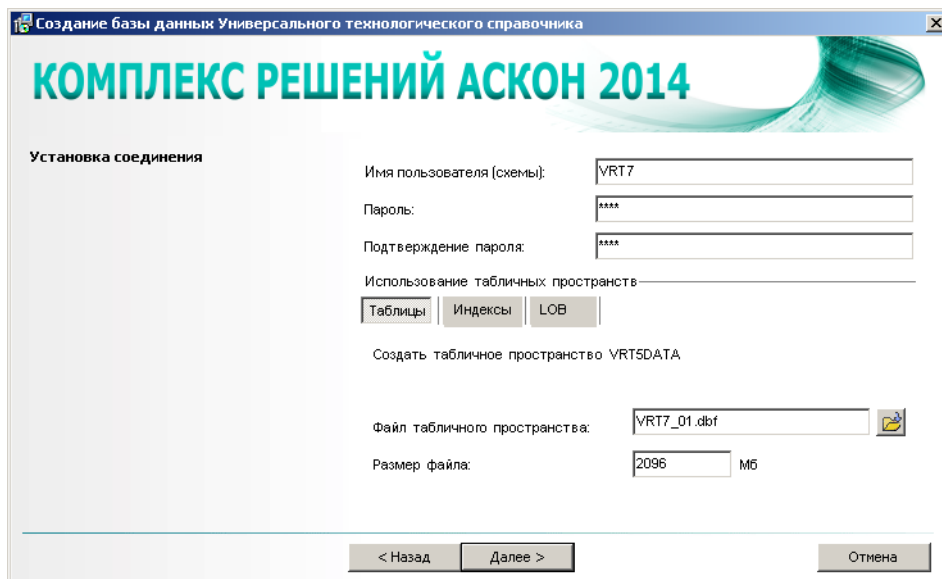

Рис. 5.16.
Этот шаг предназначен для ввода специфических параметров, необходимых для создания базы данных (рис. 5.16).
- 3.1. Раскройте вкладку **Таблицы** (см. рис. 5.16). Если табличного пространства с именем **VRT7DATA** нет, то мастер создаст его. Изменить имя этого табличного пространства невозможно.